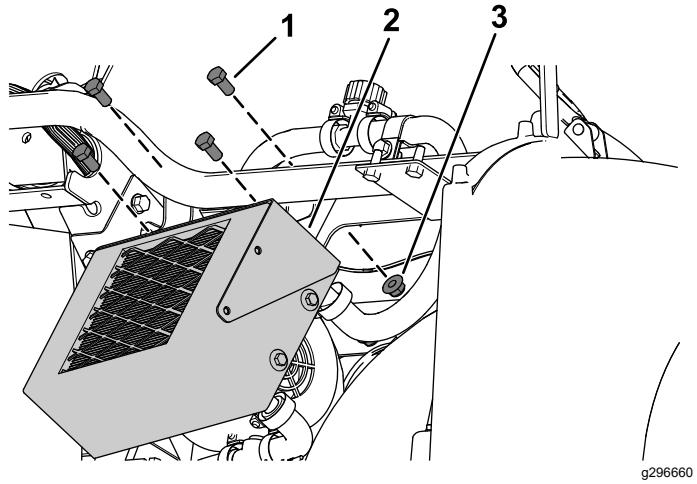

図 28
- E. ヒーターブラケットにヒーターを固定する六角ヘッドボルト $3/8 \times 3/4"$ 4本とフランジナット $3/8"4$ 個を使用して図28のように取り付ける。